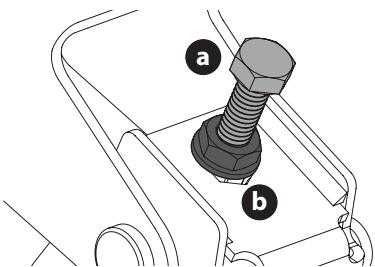

Figure 39
- Localisez les boulons de réglage (a) à gauche et à droite du plateau (Figure 39 à la page 105).
- Desserrez, mais ne retirez pas, les contre-écrous (b) du boulon de réglage. Ajustez le boulon de réglage droit ou gauche vers le haut ou le bas, le cas échéant, jusqu'à ce que les hauteurs de chaque côté soient égales (Figure 39 à la page 105).
5. Lorsque le réglage sera correct, resserrez les contre-écrous (b). Serrez à 23 N·m (200 po-lb) (Figure 39).